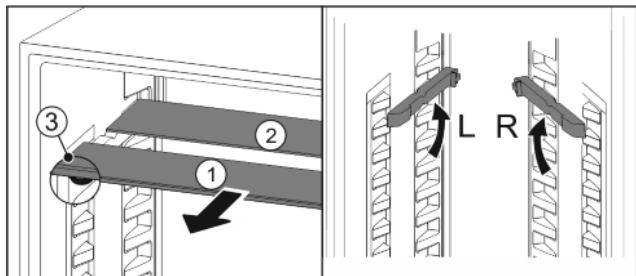

Fig. 18
► Издърпайте Fig. 18 (1) поотделно стъклените площи напред.
► Стъклената плоча Fig. 18 (1) с ограничителя на изтеглянето е отпред.
► Ограничителите сочат надолу Fig. 18 (3).